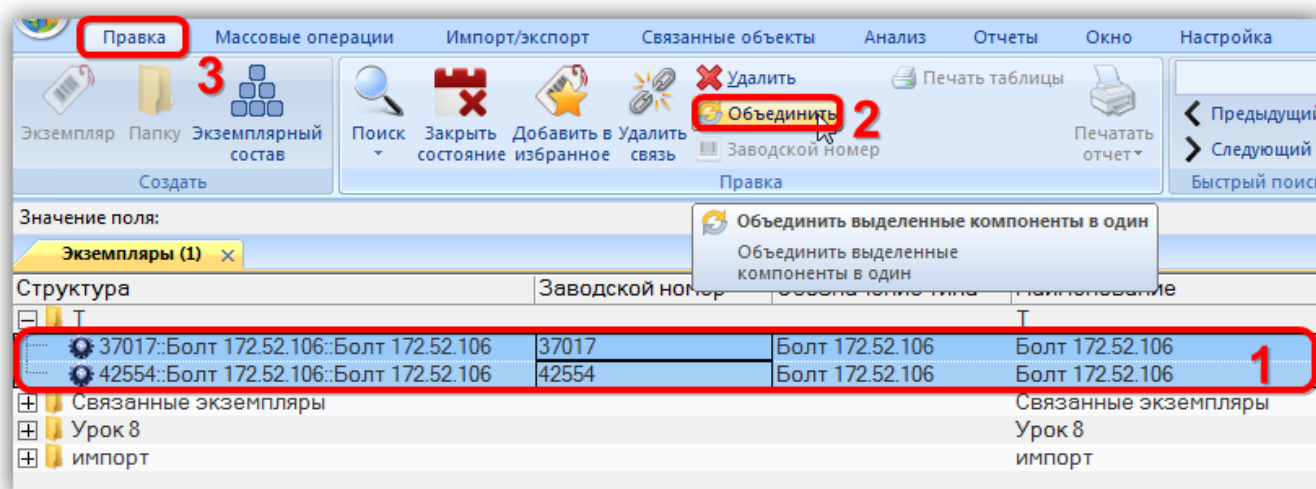

Рис. 20-28 – Объединение нескольких экземпляров компонентов в один
2) Выбрать два или более экземпляров компонентов, которые необходимо объединить в один (1 на рис. 20-28) и нажать кнопку «Объединить» (2 на рис. 20-28) на вкладке «Правка» (3 на рис. 20-28).